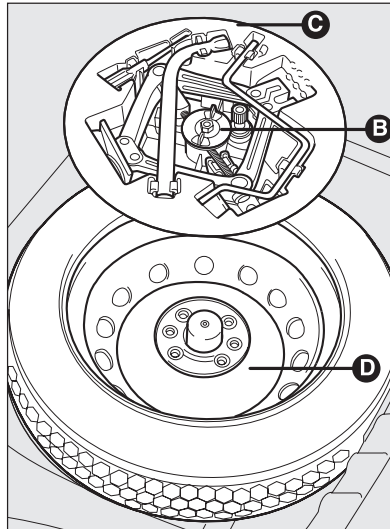

fig. 4
- loosen the fastener **B-fig. 4**;